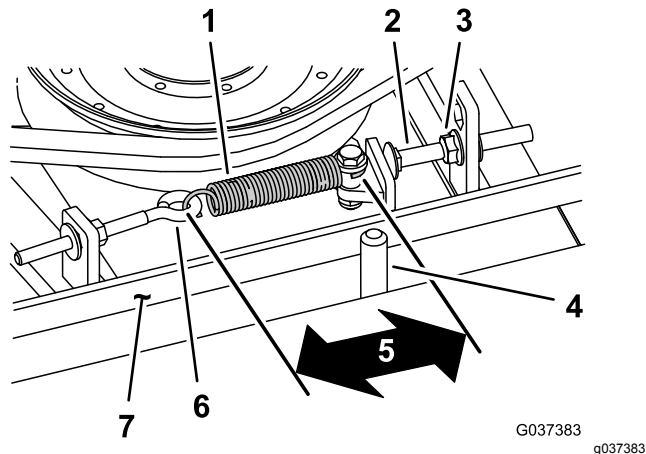

Figura 75
Cuando está correctamente tensado, la longitud en el interior del muelle de extensión (entre ganchos) debe ser de 8,3 cm a 9,5 cm aproximadamente. Una vez que haya obtenido la tensión correcta del muelle, ajuste el perno de tope (perno de cuello cuadrado) hasta que quede aproximadamente 2–5 mm de holgura entre la cabeza del perno y el brazo tensor (Figura 75).
Nota: Asegúrese de que la correa está colocada en el lado del muelle de la guía de la correa (Figura 75).
2. Afloje el perno de ojal para poder retirar el muelle de extensión (Figura 75).
3. Afloje la tuerca con arandela prensada que fija el perno de tope a la pestaña de montaje, y aparte la polea tensora de la correa para aliviar la tensión de la correa (Figura 75).
9. Conecte el muelle de extensión (Figura 75) al perno de ojal y tense la correa de la siguiente manera: